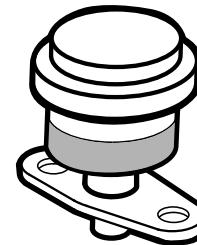

Figura 45
Revise el filtro del limpiador de aire primario únicamente cuando el indicador de mantenimiento (Figura 45) lo requiera. El cambiar el filtro antes de que sea necesario sólo aumenta la posibilidad de que entre suciedad en el motor al retirar el filtro.
1. Compruebe el indicador de obstrucción del filtro. Si el indicador se ve rojo, es necesario limpiar o cambiar el filtro de aire (Figura 45).